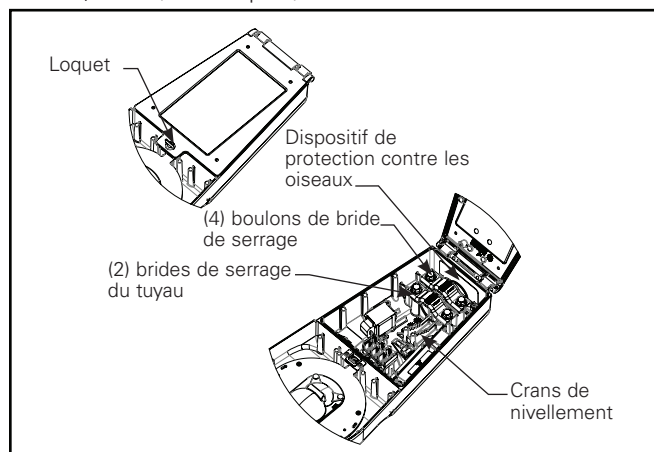

Figure 1.
1. Déposez le boîtier sur une surface lisse et douce et ouvrez la porte d'accès en tournant le loquet sur 1/4 de tour. (Figure 1)
3. À l'aide d'une douille de 14,3 mm (9/16 po), desserrez suffisamment les boulons de la bride de serrage du tuyau (2 brides de serrage simples, 4 brides de serrage doubles) pour permettre au bras de montage (non fourni) de glisser dans les crans de nivellement. (Figures 1 et 2)